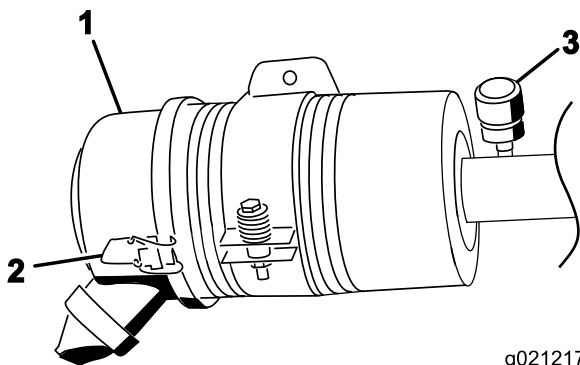

Figura 57
Revise el filtro del limpiador de aire únicamente cuando el indicador de mantenimiento (Figura 57) lo requiera. El cambiar el filtro antes de que sea necesario sólo aumenta la posibilidad de que entre suciedad en el motor al retirar el filtro.
1. Abra los enganches que fijan la tapa del limpiador de aire a la carcasa del limpiador de aire (Figura 57).